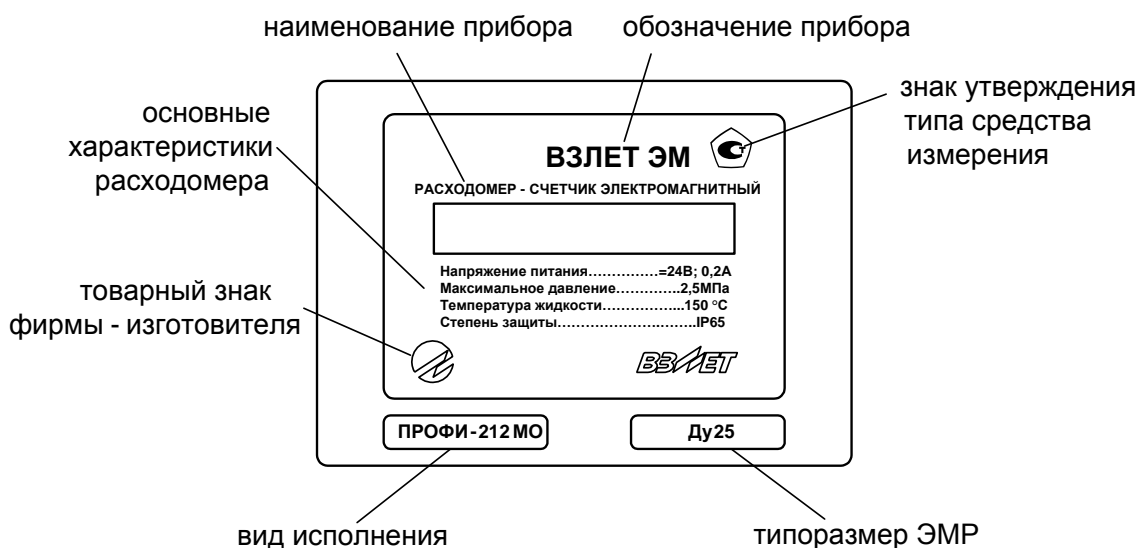

Рис.4. Вид маркировки расходомера.
1.6.1. На передней панели блока измерения ЭМР указываются (рис.4):